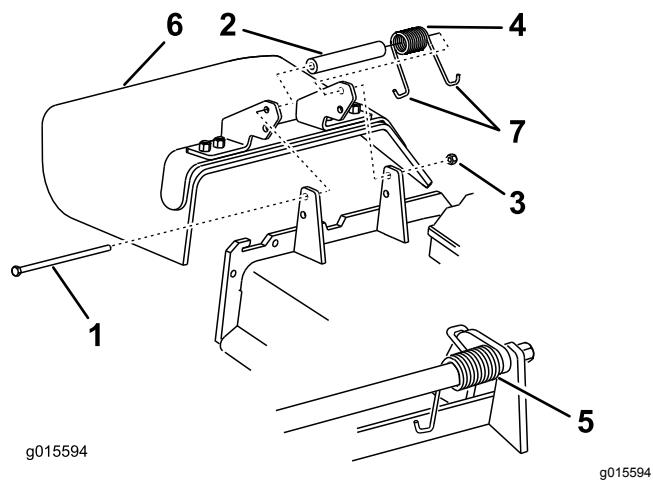

Figura 111
1. Retire la contratuerca, el perno, el muelle y el espaciador que sujetan el deflector a los soportes de pivot (Figura 111).
2. Retire el deflector de hierba dañado o desgastado (Figura 111).
Nota: Asegúrese de colocar un extremo con gancho en J del muelle detrás del reborde de la carcasa antes de instalar el perno, según se muestra en Figura 111.
6. Coloque 1 extremo en J del muelle alrededor del deflector de hierba (Figura 111).